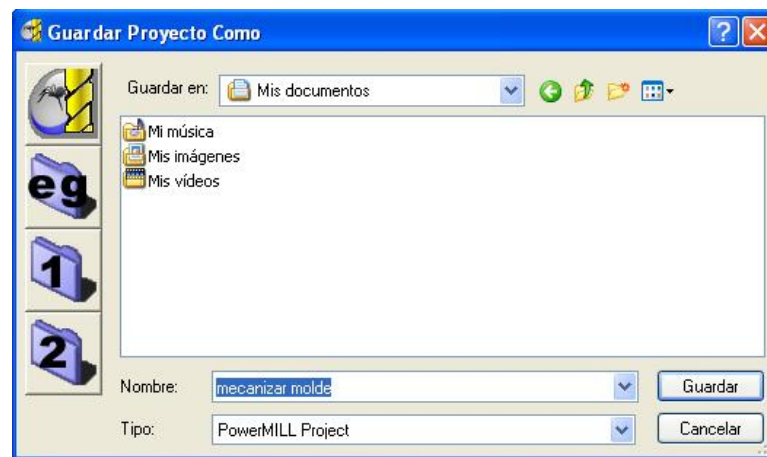

Figura 2.131 Cuadro de diálogo Guardar Proyecto Como.
- Hacer clic en el botón Guardar  en la Barra de Herramientas Principal. Puesto que no ha guardado previamente el proyecto, aparece el cuadro de diálogo Guardar Proyecto Como (Figura 2.131).